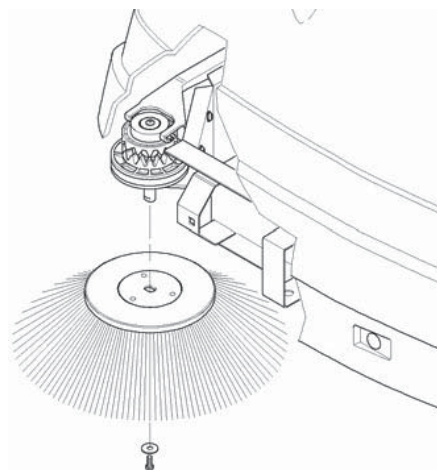

Fig. 2
- Coloque el cepillo en el eje (Fig. 2).